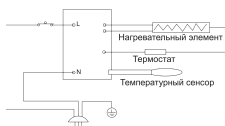

Рис. 7. L/N – фаза/нейтраль
- перевернуть конвектор нижней частью кверху (рис. 7);